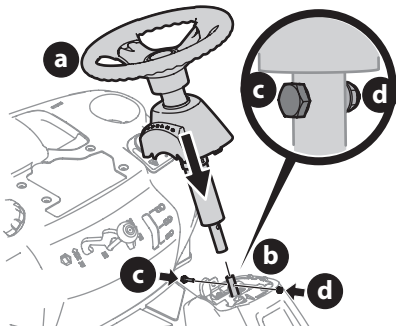

Figure 3
4. Abaissez le volant (a) sur la partie inférieure de l'arbre de direction (b) et maintenez-le en place avec la boulon à épaulement (c) et le contre-écrou (d) retirés plus tôt (Figure 3).